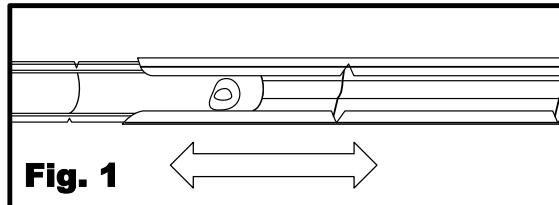

Fig. 1
1. Ajustez la longueur de la barre de suspension en séparant les barres. [Fig. 1]